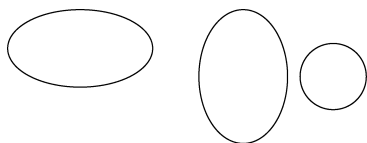

图 10-15 绘制椭圆
2) 移动鼠标到需要放置椭圆的位置，单击鼠标左键第一次确定椭圆的中心，向外拖动鼠标，确定椭圆长轴、短轴的长度，从而完成椭圆的绘制，如图 10-15 所示。